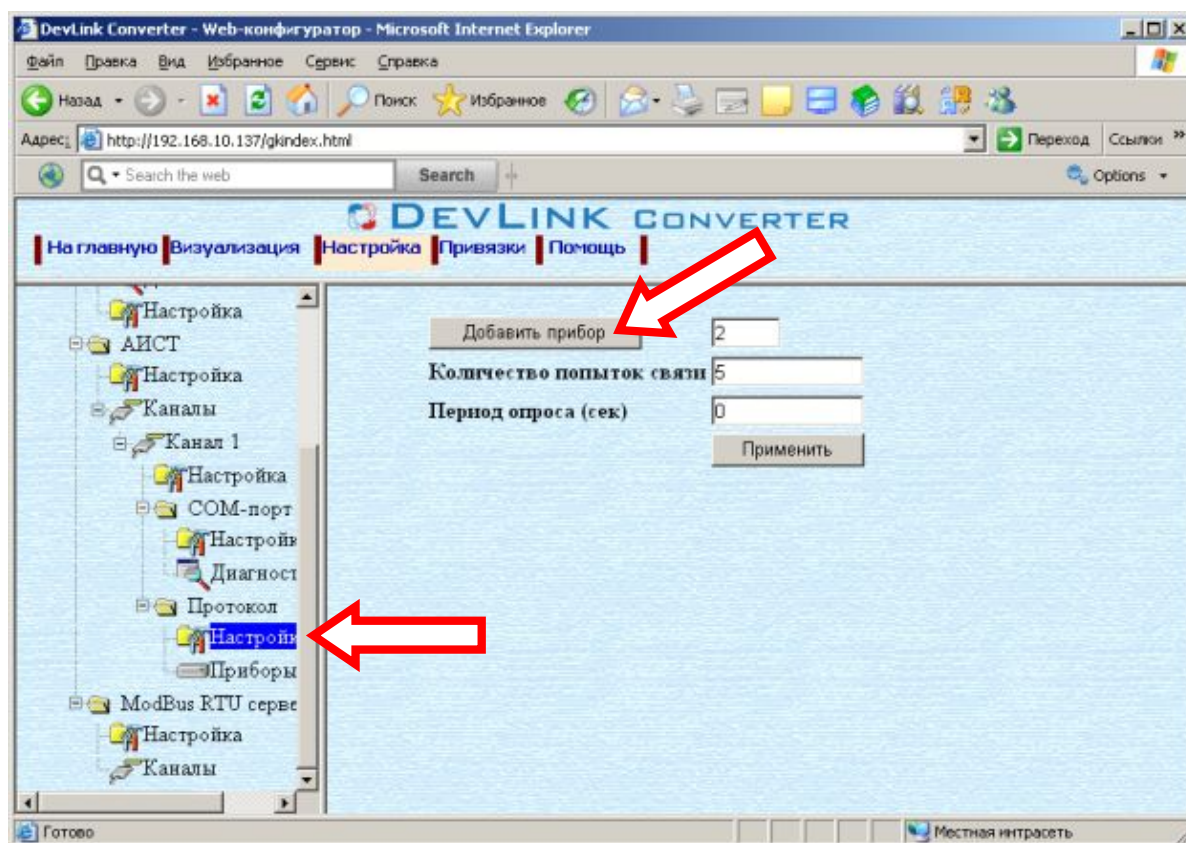

Рисунок 3.4 – Добавление прибора в канал
- Выберите в дереве объектов *папку «Настройка»* протокола драйвера нужного канала (рисунок 3.4).